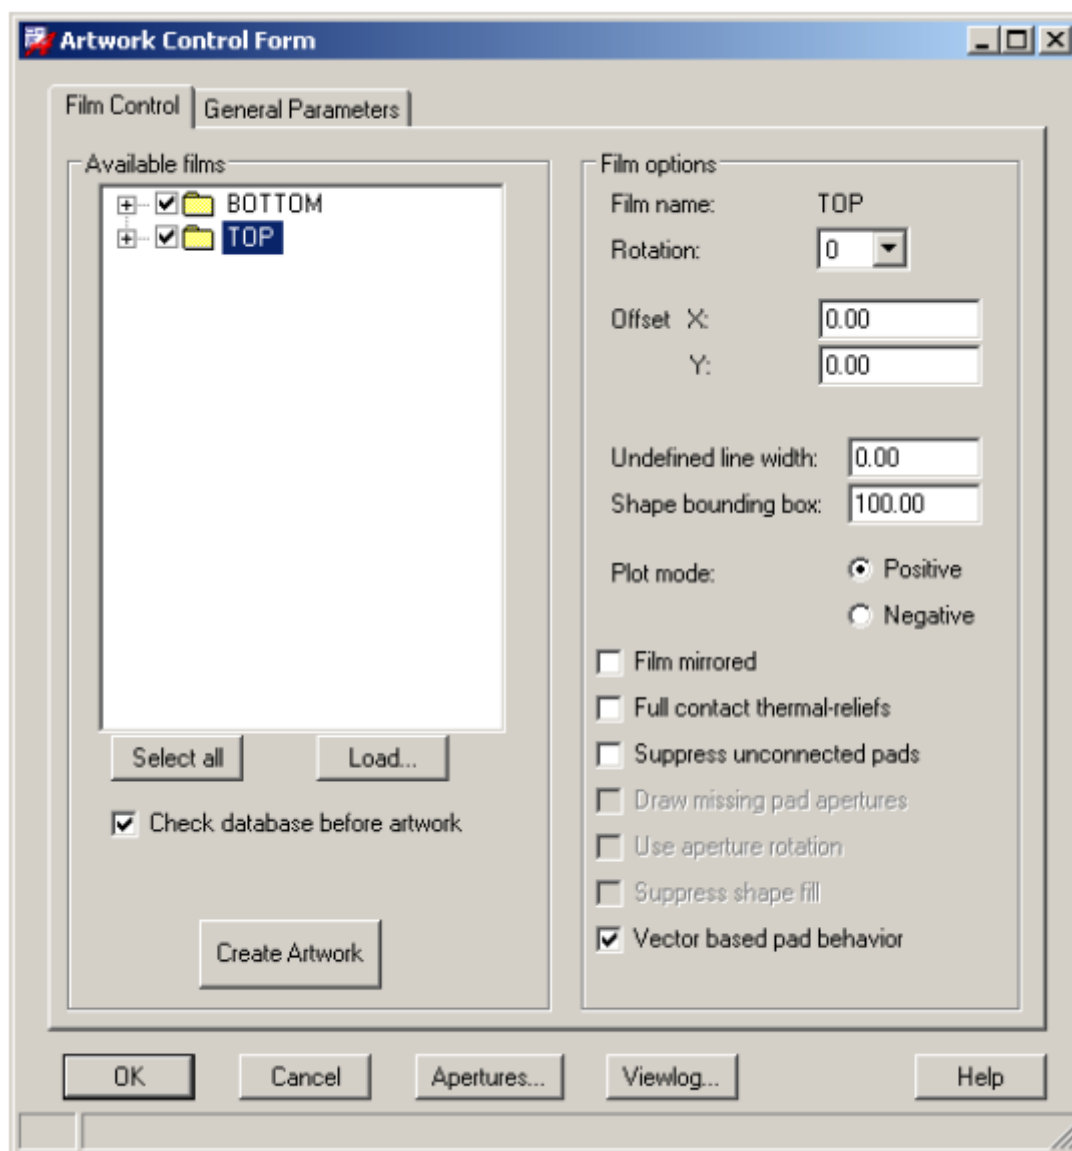

Рис. 21.64. Установка параметров Artwork Control Form
6. Установите флажки, соответствующие слою (слоям) пленки в диалоговом окне Artwork Control Form. Для нашего случая выбраны как верхний (TOP) так и нижний (BOTTOM) слои (рис. 21.64).